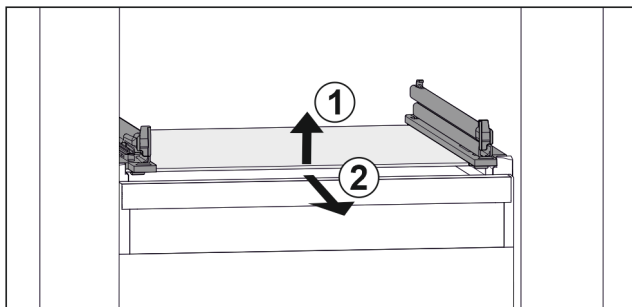

Fig. 93 Примерное отображение стеклопленочной пластины
- ▶ Приподнимите стеклопленочную пластину спереди. Fig. 93 (1)
- ▶ Извлеките стеклопленочную пластину движением вперед. Fig. 93 (2)